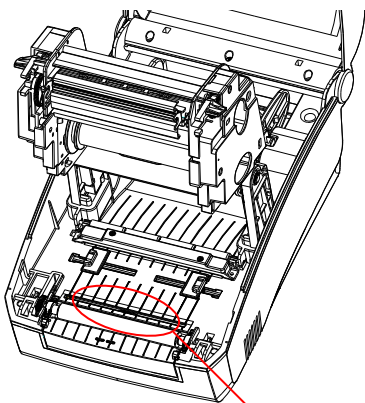

图 7-1
1. 按住两侧的顶盖卡扣按钮，掀开打印机顶盖(图 7-1);